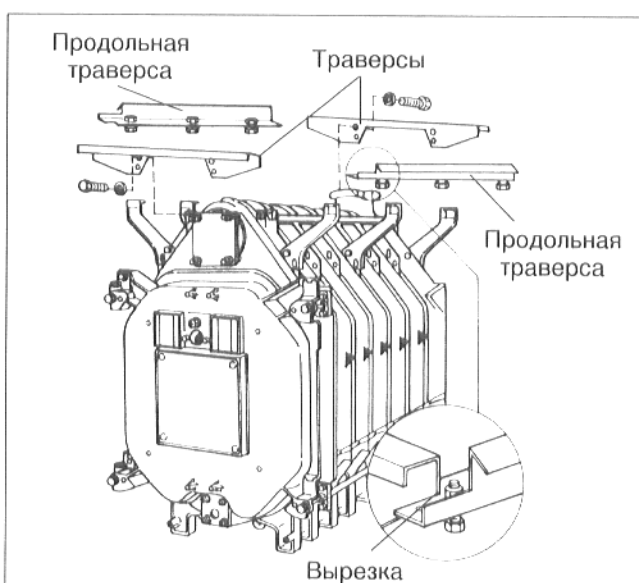

Рис. 30
- Привинтить траверсы вверху, спереди и сзади, винтами М 8 х 16 к двум концевым элементам. Окантовки должны показывать наружу (рис. 30).
- Положить продольные траверсы на консоли у заднего и переднего элементов (рис. 30).